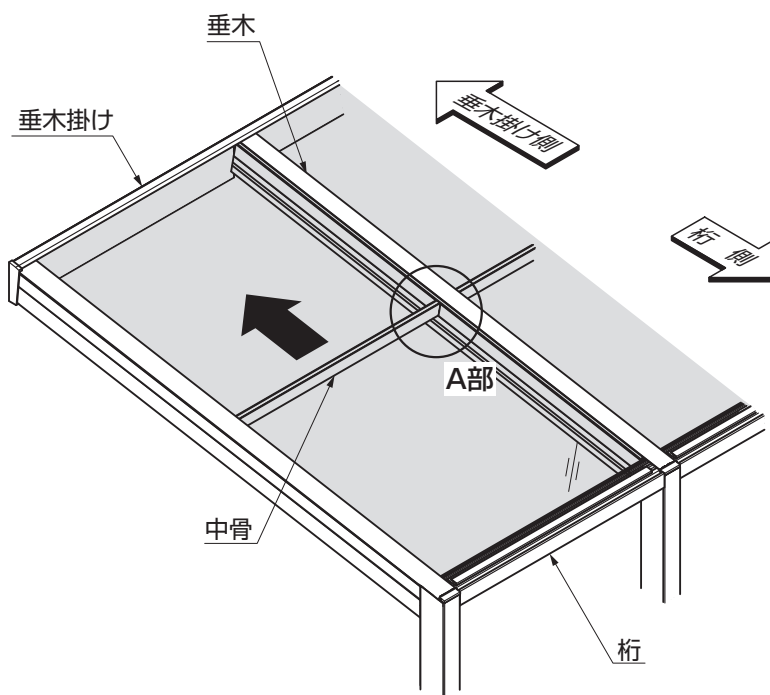

図1-1
- ①最も桁側の中骨を、垂木掛け側に押込んでください。(図1-1参照)